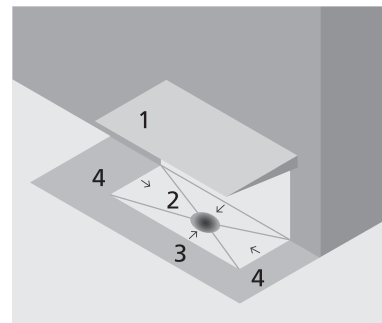

Abb. 1
- Der Güterumschlagplatz muss **überdacht\*** und **abflusslos** sein. Durch unterschiedliche Gefälle und/oder Entwässerungsrinnen muss dieser von den übrigen Verkehrsflächen getrennt entwässert werden. (Abb. 1, Punkt 4). Dadurch fällt auf dem Platz kein Regenwasser an und auslaufende Flüssigkeiten können nicht auf andere Platzflächen gelangen (Abb. 1, Punkt 1).
- Der Güterumschlagplatz muss mit einem **dichten Belag befestigt** sein, damit auslaufende Flüssigkeiten nicht in den Untergrund gelangen können. Bei gewissen Stoffen ist dazu ein Spezialbelag nötig (Abb. 1, Punkt 2).
- Der Güterumschlagplatz muss über ein **Rückhaltevolumen** verfügen, in welchem die auslaufende Flüssigkeit aufgefangen wird. Die Grösse richtet sich nach der **Tabelle auf Seite 7**. Als Rückhaltevolumen kann ein abflussloser Schacht, eine beckenförmige Platzfläche oder ein Auffangbehälter verwendet werden (Abb. 1, Punkt 3).